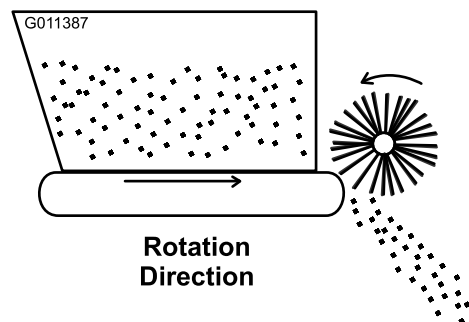

Figura 18
4. Inicie o motor do veículo e a rotação de testes da correia e escova. Coloque a alavanca hidráulica remota do Workman na posição de "Run". A rotação deve ser como a mostrada em Figura 18. Se a rotação estiver a retroceder, os acopladores rápidos precisam de ser invertidos.